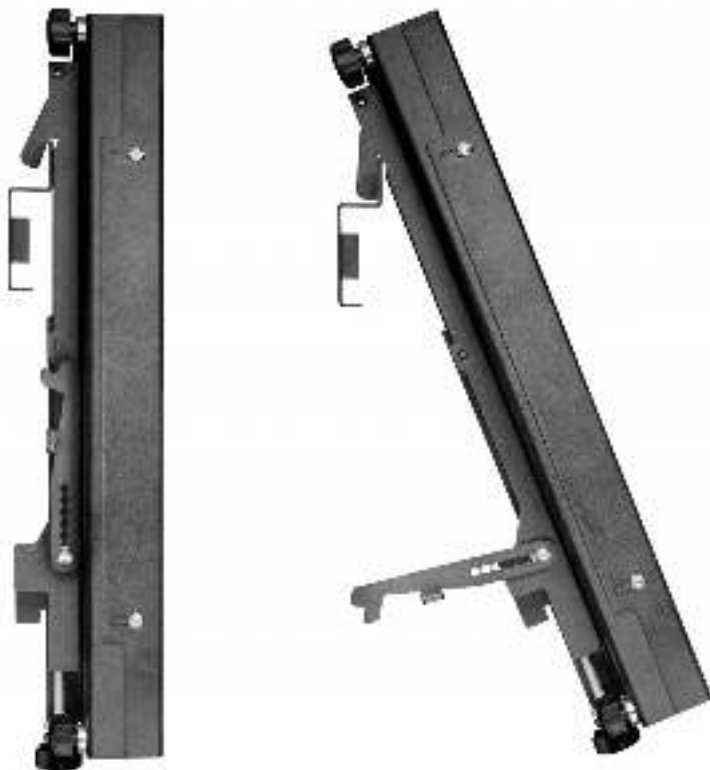

Рис. 3 Кронштейн LB-22FT, положение «для тех. обслуживания»
2. Установите ЖК – панели LD-55213S из типового комплекта VW2255FSL на подготовленный ранее кронштейн. Проведите юстировку положения панелей с помощью винтов на кронштейне. Далее переведите положение ЖК-панелей на кронштейне в откидное положение для тех. обслуживания (см. рис. 3)